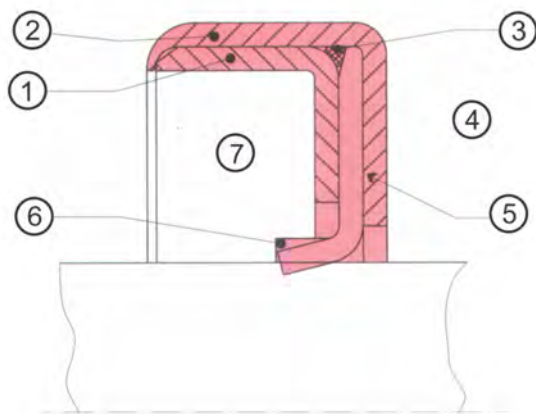

Рисунок 1: Радиальное уплотнение с тефлоновой фаской
4. Во всех радиальных уплотнениях уплотняющая фаска должна быть направлена в сторону изолируемого вещества (см. рис. 1).